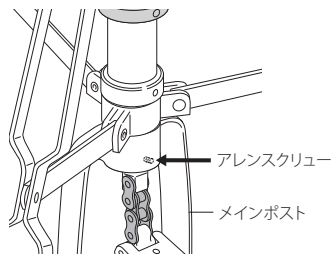

図8
- 脚部のパイプはアレンスクリューで固定されていますが、演奏中の振動でゆるむおそれがありますので、必ず点検し、ゆるんでいるようであれば六角レンチでしっかりと締め直してください(図8)。